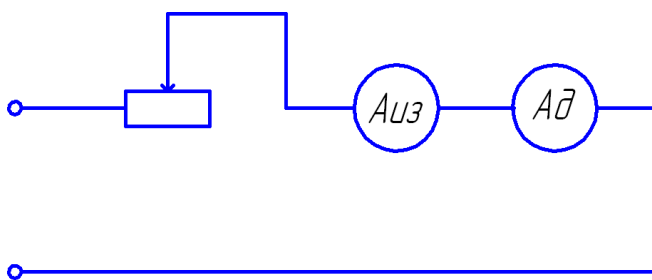

Рис. 1. Схема для проверки амперметра
2. Собрать электрическую схему установки согласно рис.1.